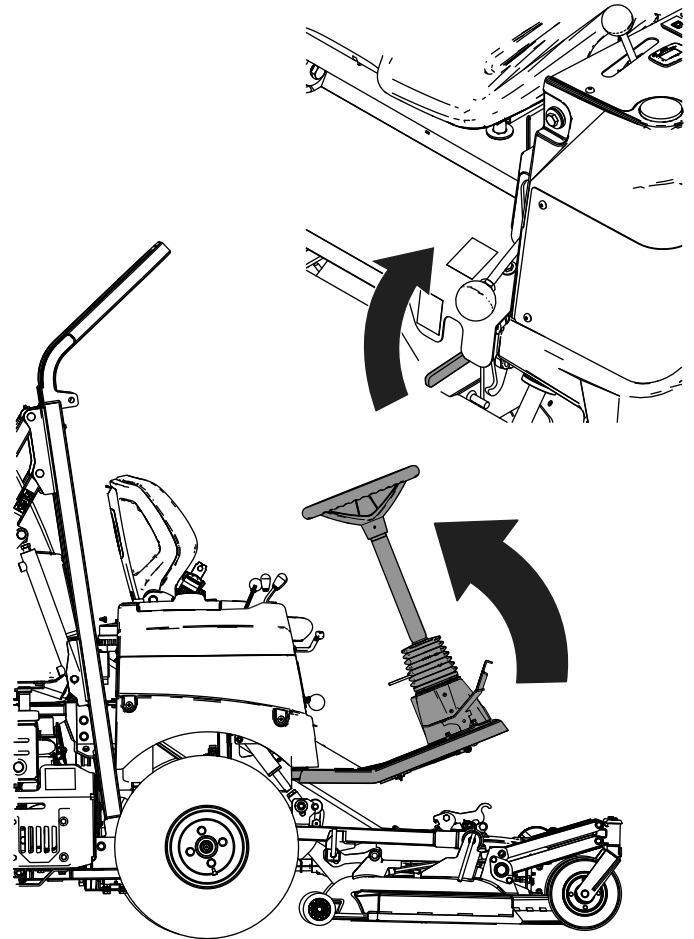

Bild 87
7. Heben Sie die Bedienerplattform nach oben und rasten Sie den Verriegelungshebel ein (Bild 87).